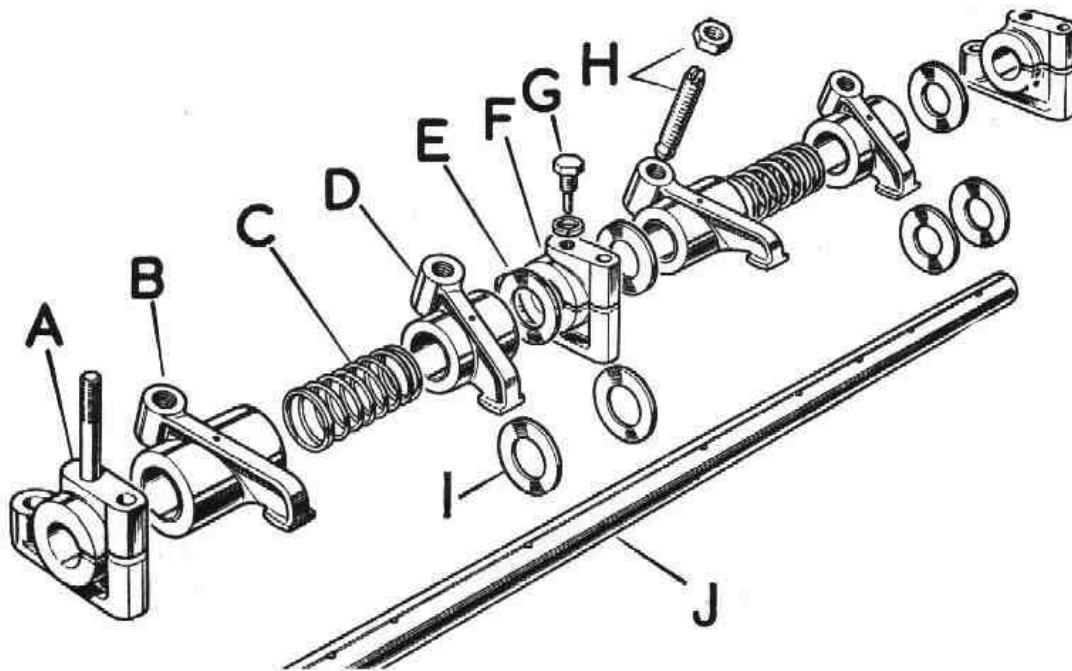
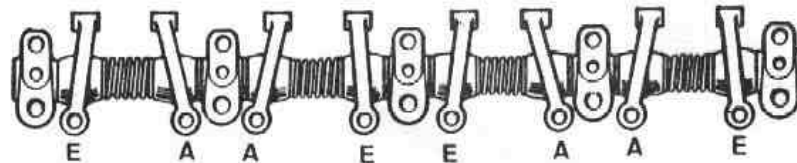

Fig. A1-60 Desarmado del eje de balancines
Fig. A1-62 Colocación de los balancines, según la inclinación de éstos
- 1.1. Extraer los tornillos de ajuste, H (Fig. A1-60).
1.2. Desmontar los tornillos guías, G (Fig. A1-60) que posicionan el eje, J, con respecto a los soportes, F, y balancines, D.
1.3. Separar todas las piezas que componen el conjunto árbol de balancines (Fig. A1-60).
- 3.1. Fijar uno de los soportes con espárrago, A (Fig. A1-60) al centro del eje, J, teniendo en cuenta que los orificios para los tornillos prisioneros, G, deberán quedar orientados hacia arriba.
- 3.2. Realizar el montaje de las demás piezas, teniendo en cuenta la posición de las arandelas distanciadoras y separadoras para centrar los balancines con respecto a las válvulas, así como distinguir los balancines de escape y los de admisión, ya que los de admisión, D (Fig. A1-60) tienen el cuerpo más corto que los de escape, B. La posición que deberán llevar los balancines con respecto a la inclinación hacia la izquierda o derecha que éstos disponen, puede observarse en la Fig. A1-62.
- 3.3. Montar los tornillos de ajuste y sus contratuercas, H (Fig. A1-60).